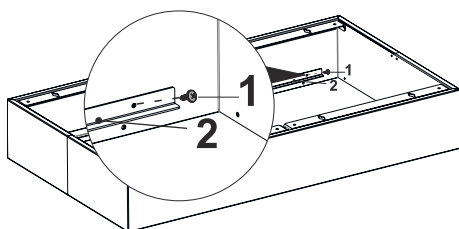

Fig. 9
5. Saml de 2 produktophængsplader i kassen til højre og venstre side med 12 3,5x8 skruer (Fig. 9).